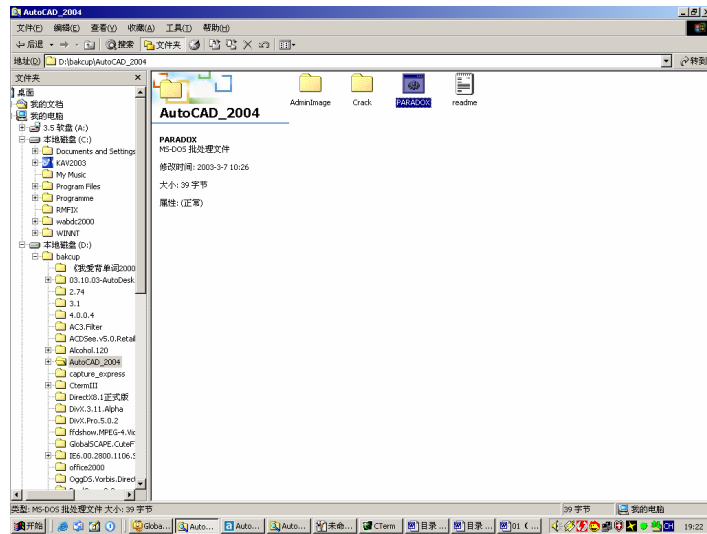

图 1-19 找到安装程序
(1) 将 AutoCAD 2004 的光盘放入光驱后，打开“资源管理器”或者进入“我的电脑”，进入光盘的根目录下，找到软件包中的 PARADOX 文件。如果是从硬盘安装，则在相应位置找到软件包中的 PARADOX 文件，如图 1-19 所示。